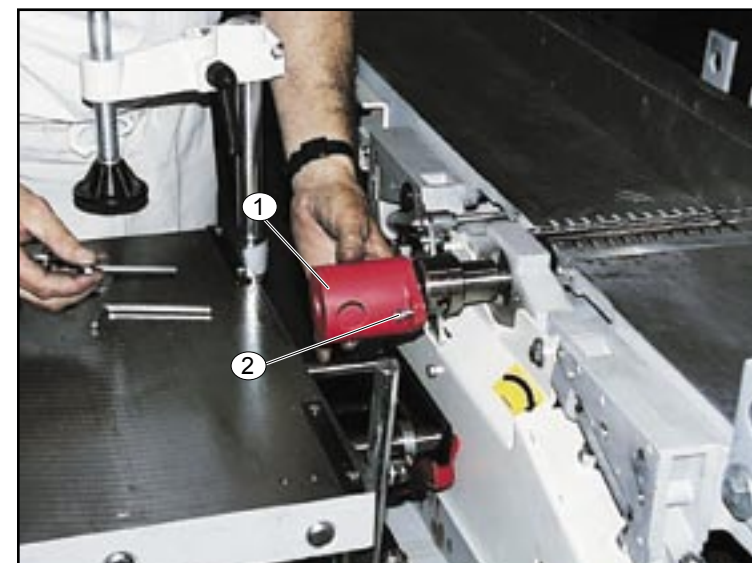

Fig. 4.18
4.3.7 - PROTEZIONE PER LA LAVORAZIONE ALLA MORTASATURA FIG. 4.18